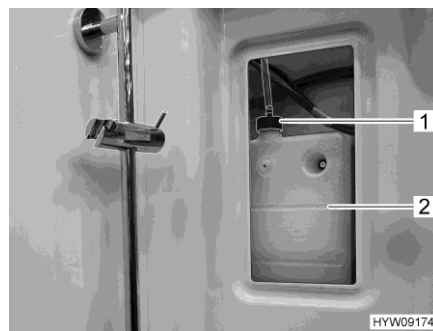
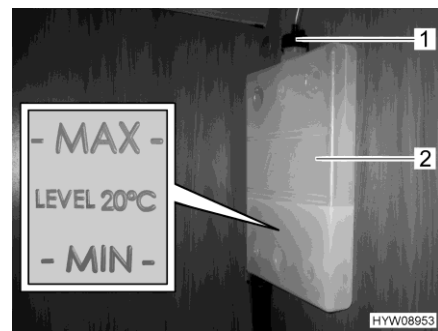

Bild 228 Ausgleichsbehälter (Warmwasser-Heizung)
Bild 229 Markierung "MIN/MAX"
- Abdeckung für Ausgleichsbehälter (Bild 228,2) rechts oben in der Dusche abnehmen.
- Prüfen, ob am Ausgleichsbehälter (Bild 229,2) die Flüssigkeit zwischen den Markierungen "MIN" und "MAX" (Bild 229) steht.
- Am Ausgleichsbehälter den Drehverschluss (Bild 228,1 oder Bild 229,1) aufdrehen.